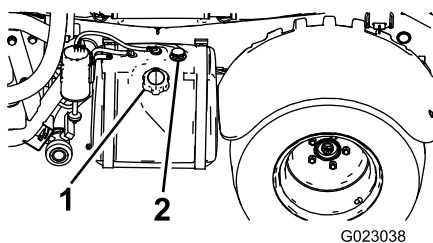

Figure 12
2. Nettoyez la surface autour du bouchon du réservoir de carburant (Figure 12).